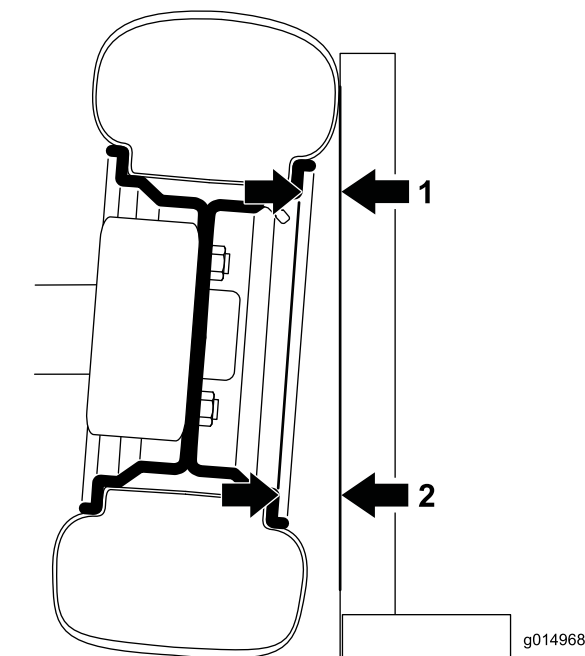

Figura 60
1. Para comprobar la caída, coloque una escuadra de 90 grados en el suelo con el borde vertical contra la cara del neumático (Figura 60).
2. Mida desde la misma zona de la llanta en la parte superior e inferior del neumático hasta la escuadra (Figura 60).